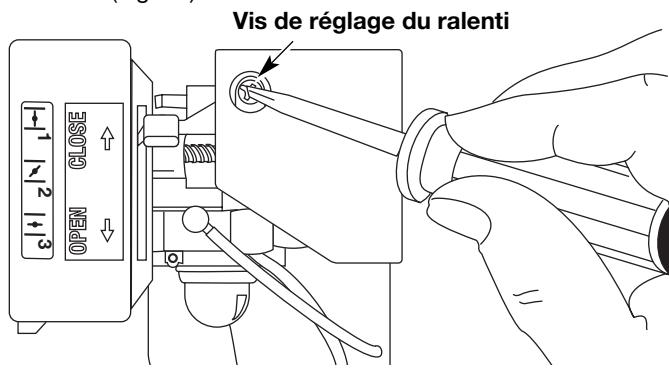

Fig. 26
La vitesse de ralenti du moteur est réglable à l'aide d'une vis de réglage accessible par un trou situé sur le dessus du couvercle du moteur (Fig. 26).
2. Régler la manette des gaz à bas régime (→) et laisser le moteur tourner au ralenti. Si le moteur s'arrête, insérez un petit tournevis à embout cruciforme ou à tête plate dans le trou du couvercle du moteur (Fig. 26).
soupape et le culbuteur (Fig. 26 & 27). Faites-le pour les soupapes d'admission et d'échappement.